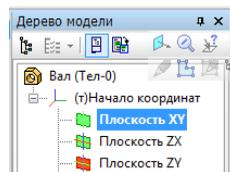

Рис. 6
7.2 В **Дереве модели** двойным щелчком щелкнуть на **Начало координат** и выделить координатную **Плоскость XY** (см. рис. 6).